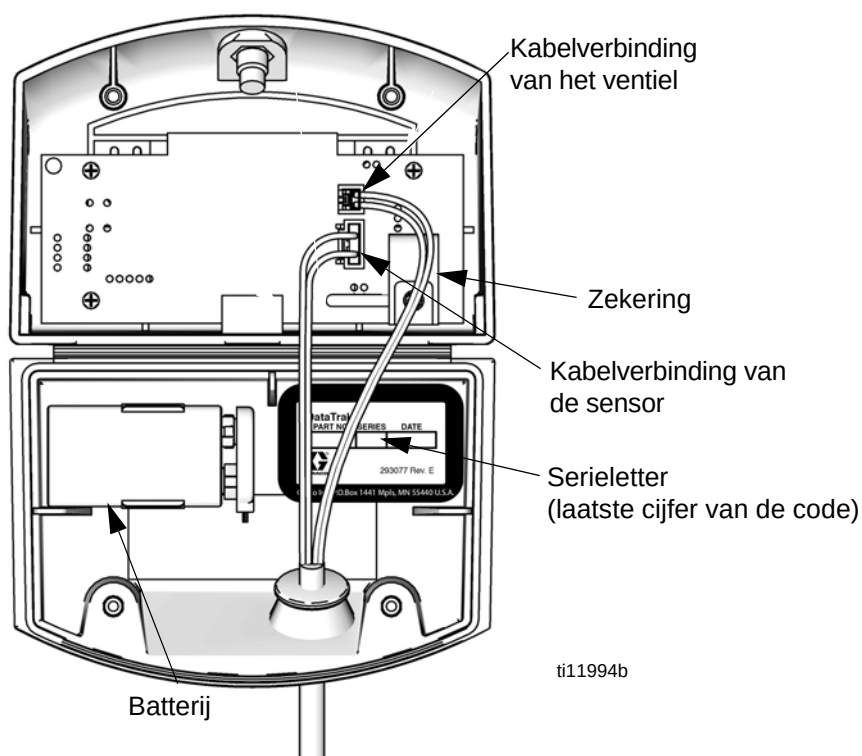

Fig. 4. Locatie van de DataTrak-batterij en -zekering
4. Koppel de gebruikte batterij los en vervang deze door een goedgekeurde batterij. Zie Fig. 4.
* Fig. 4 toont waar u de letter van de serie kunt vinden.